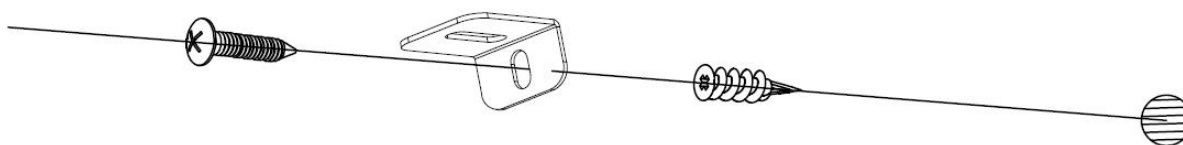

Fig 4-3
C. Instalați ancora de plastic **(C)** în gips-carton, apoi instalați șurubul **B** (furnizat) în gaura **suportului în L** în ancora de perete pentru a asigura căminul să nu se desprindă de cârlige. **(Fig. 4-3)**